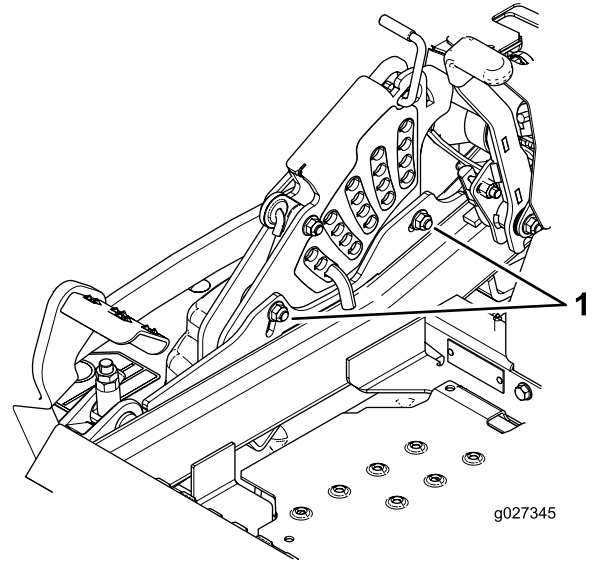

Figure 91
12. Pour régler le système monopoint, desserrez les 2 boulons au bas de la plaque de hauteur de coupe (Figure 91).
14. Serrez les 2 boulons au bas de la plaque de hauteur de coupe (Figure 91).